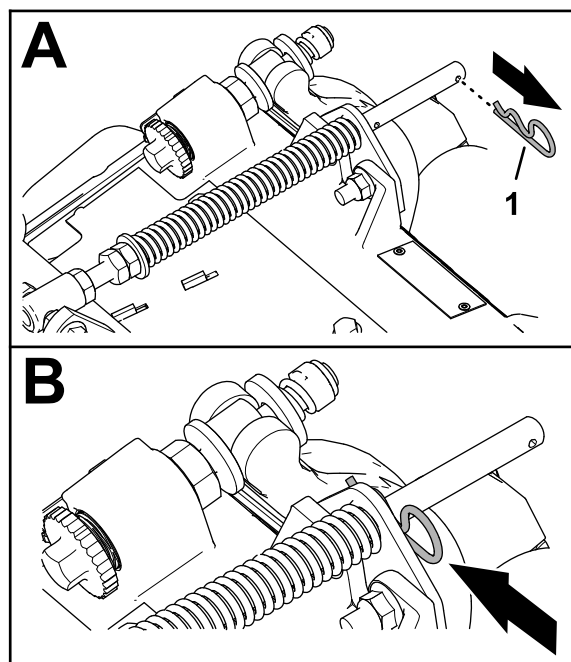

**Рисунок 14**
3. Совместите шпильки правой направляющей шланга с отверстиями в раме режущего блока и кронштейне компенсатора состояния грунта (Рисунок 14).